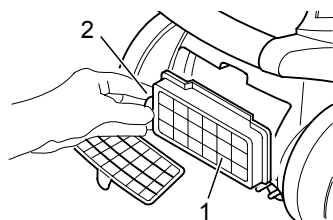

Abb. 25
3. Entnehmen Sie den Filter (Abb. 25/1). Drücken Sie dazu die Verriegelung (Abb. 25/2) nach rechts und ziehen Sie den Filter nach hinten heraus.